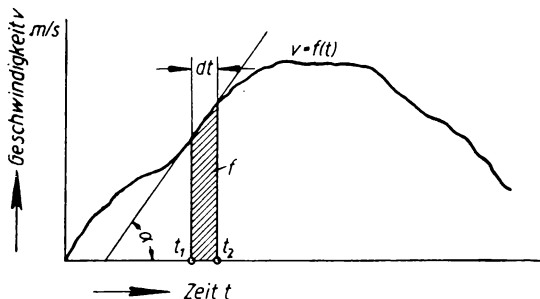

Bild 29
**Lösung:** Wir betrachten (Bild 29) die Bewegung in dem Zeitintervall von  $t_1$  bis  $t_2$ . Mit Hilfe der Differential- und Integralrechnung ist nach früherem: